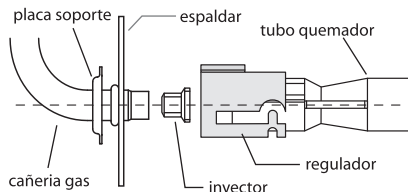

fig. 15
- 3.- Con una llave de copa o dado de 7 mm. (9/32") retire el inyector y sustitúyalo por el correspondiente para gas natural. (**fig. 15**)